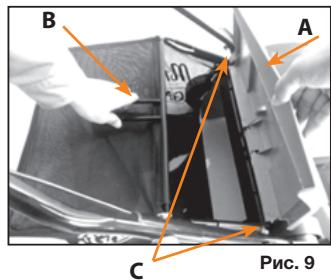

Рис. 9
4. Поднимите защитную крышку **A** и закрепите травосборник **B** сзади устройства на специальные крючки **C** (рис. 9)